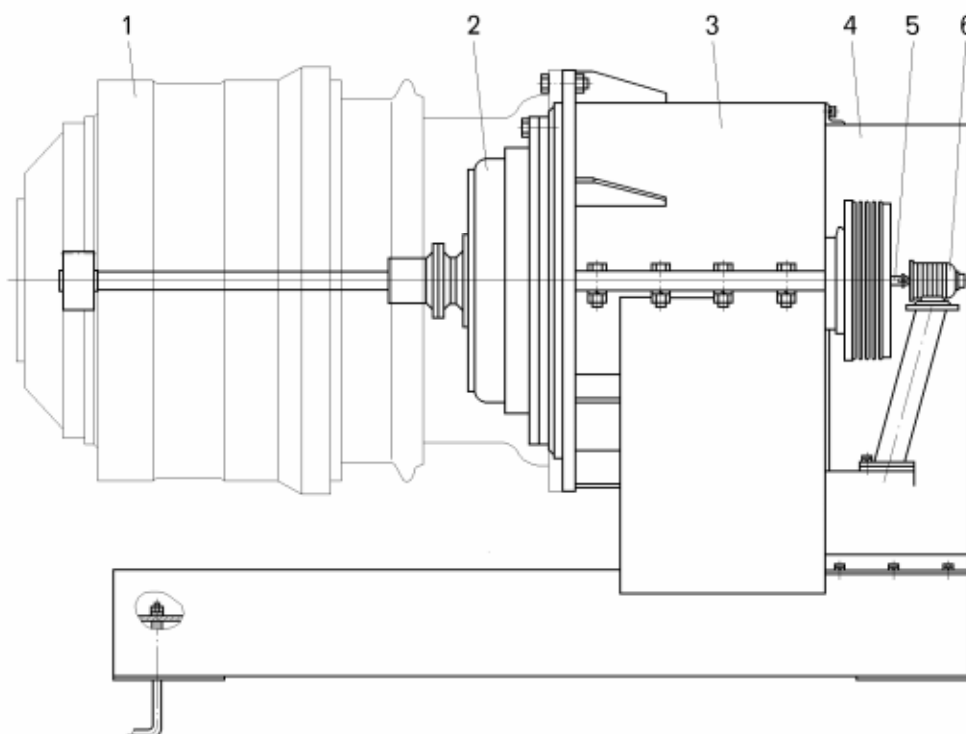

Рисунок 7.19 – Приспособление для обкатки редуктора электромотор-колеса
- редуктор 1 (рисунок 7.19) в сборе установить на стенд обкатки;